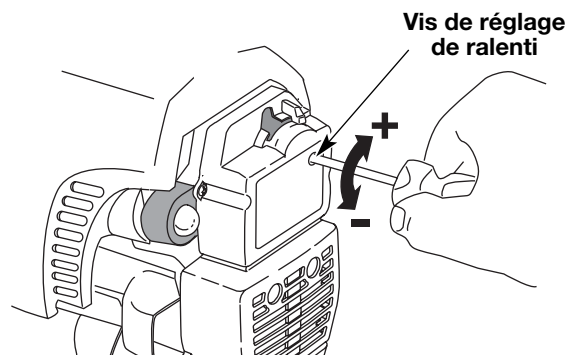

Fig. 29
Le régime ralenti du moteur est réglable par le couvercle du filtre à air/silencieux (Fig. 29).
3. Relâchez le levier d'accélérateur et laissez le moteur au ralenti. Si le moteur s'arrête, insérez un petit tournevis à embout cruciforme ou à tête plate dans le trou du couvercle du filtre à air/silencieux (Fig. 29). Vissez la vis de réglage du ralenti de 1/8 de tour à la fois (selon le besoin) jusqu'à ce que le moteur se mette bien au ralenti